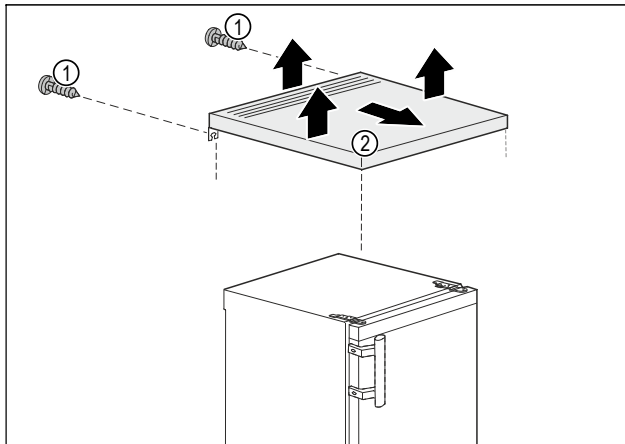

Fig. 3
- Schrauben Fig. 3 (1) an der Rückseite entfernen.
- Tischplatte Fig. 3 (2) hinten anheben.
- Tischplatte Fig. 3 (2) nach vorne schieben.
- Tischplatte Fig. 3 (2) nach oben abnehmen.
- Tischplatte Fig. 3 (2) ist abgenommen.